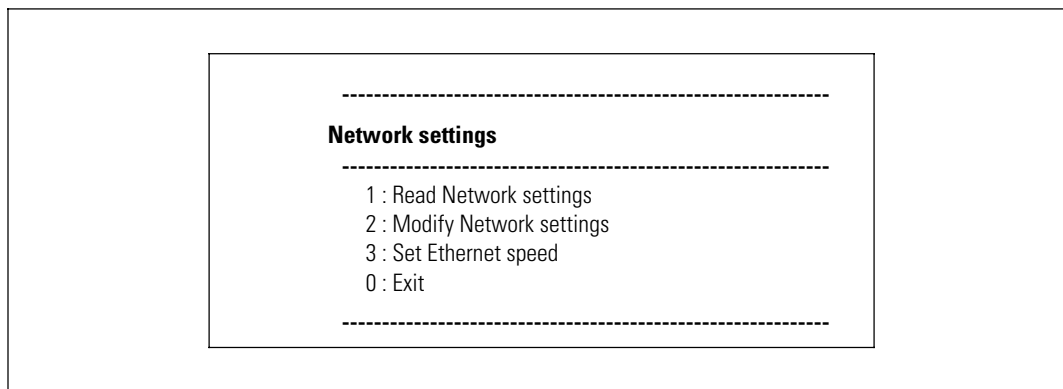

图 9. 网络设置菜单
- 1 从主菜单中，键入 2 并按下 **Enter**。网络设置菜单显示（请参阅图 9）。